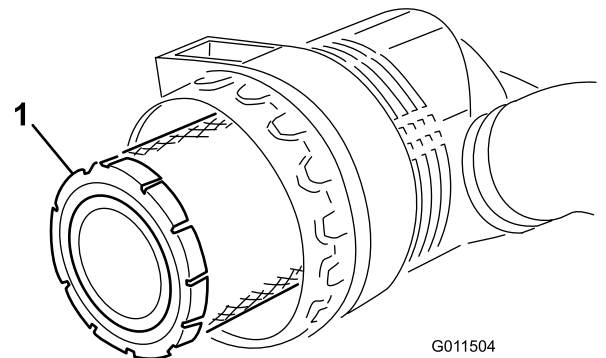

Figura 53
5. Retire y cambie el filtro primario (Figura 53).